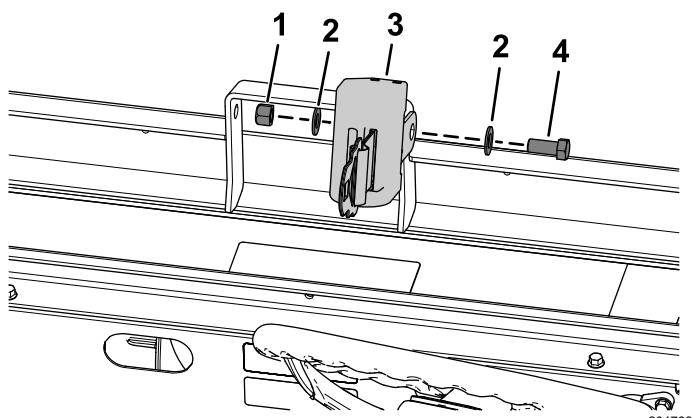

Figura 28
4. Instale um cinto de segurança (7/16 x 1 pol.), 2 anilhas de cabeça chata (7/16 pol.) e uma porca de bloqueio (7/16 pol.), como se mostra na Figura 28.